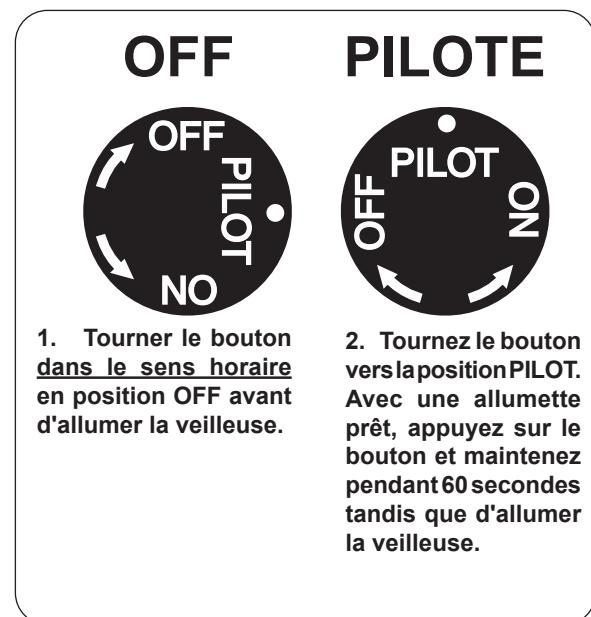

Fig. 38-1 Détail bouton de commande (OFF, PILOTE)
1. Localiser la vanne sur le côté gauche de l'appareil. Appuyer sur le bouton de contrôle du gaz et tourner dans le sens horaire en position **OFF** (Fig. 38-1).
2. Tournez le bouton de réglage dans le sens antihoraire pour **PILOTE** (Fig. 38-1). Appuyez sur le bouton de commande **fermement et pleinement** enfoncée. Tenez une longue allumette ou un briquet près du thermocouple pour allumer la veilleuse. Continuez à tenir le bouton de commande pendant environ 60 secondes après que le pilote est allumé, puis relâchez le bouton. Le pilote reste allumé.